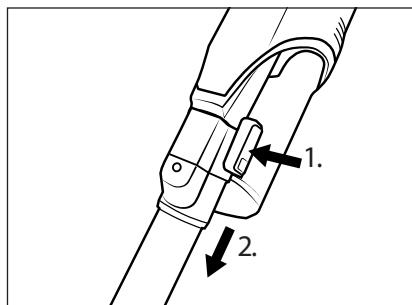

Abb. 11
- ◆ Um das Saugrohr 23 vom Gerät zu entfernen, halten Sie die Saugrohr-Entriegelungstaste 24 gedrückt und ziehen Sie das Saugrohr 23 von der Saugöffnung des Gerätes ab (siehe Abb. 11).